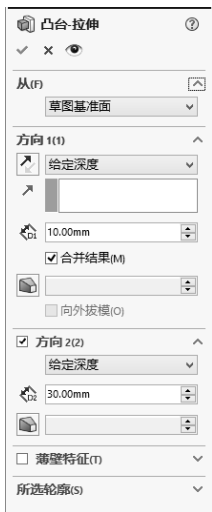
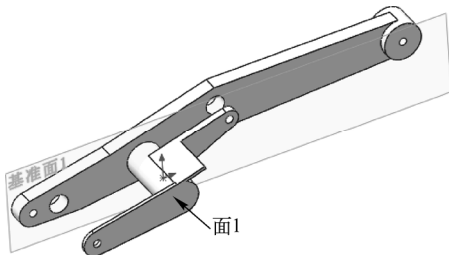

图 10-21 “凸台-拉伸”属性管理器 6
图 10-22 拉伸实体 6
**04** 拉伸实体 6。选择菜单栏中的“插入”→“凸台/基体”→“拉伸”命令，或者单击“特征”控制面板中的“拉伸凸台/基体”按钮，此时系统弹出图 10-21 所示的“凸台-拉伸”属性管理器。设置拉伸终止条件为“给定深度”，输入方向 1 拉伸距离为 10.00mm，方向 2 的拉伸距离为 30.00mm，然后单击“确定”按钮，结果如图 10-22 所示。